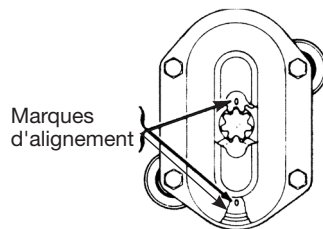

Figure 10 - Alignement d'engrenages
- L'assemblage des engrenages nécessite leur alignement (Voir Figure 10).